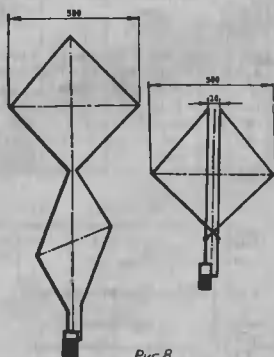

Рис.8
**Г.Ушаков** из г.Клайпеды предложил конструкцию двух телевизионных широкополосных и ненаправленных антенн (рис.8), которые он с успехом применяет для телевизионного приема на движущемся объекте (судне в плавании). Они выполнены из провода ГЭВ диаметром 1 мм и натянуты на деревянные крестовины ("Радиоприемник" N5/96, с.4).